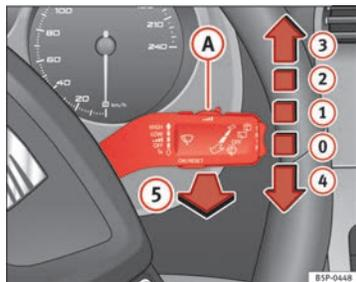

Fig. 85 Alavanca do limpa/lava-vidros
O manípulo do limpa-vidros ⇒ Fig. 85 tem as seguintes posições:
- Se o veículo parar com o limpa pára-brisas em funcionamento na posição ⇒ Fig. 85  ou , passará automaticamente a funcionar numa posição inferior. Se o veículo voltar a arrancar, o limpa pára-brisas volta a funcionar a partir da posição seleccionada anteriormente.